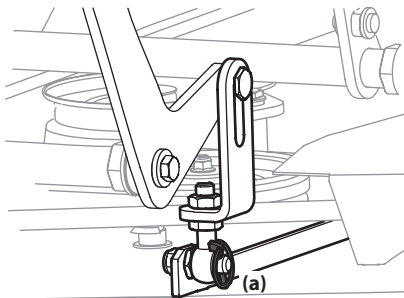

Figure 4-18
4. Retirez les quatre goupilles d'essieu (a) qui retiennent le plateau de coupe au système de relevage du plateau de coupe. Voir Figure 4-18.